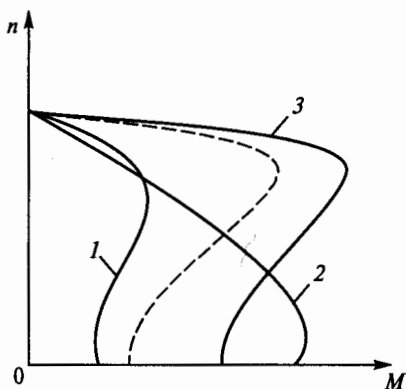

Рис. 220
**9.35.** Естественная механическая характеристика асинхронного двигателя показана на рис. 220 штриховой линией. Указать, какой вид (1...3) будет иметь характеристика двигателя при напряжении на обмотках его статора меньше номинального.